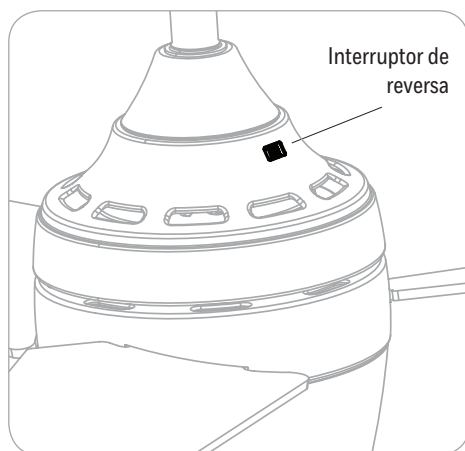

Figura 6.2
2. Utilice el interruptor de reversa del ventilador, ubicado del ensamble del motor, para optimizar el rendimiento de su ventilador según la estación del año. **Cuando el clima sea más cálido**, mueva el interruptor de reversa hacia izquierda para crear un flujo de aire descendente y lograr un efecto de viento refrescante. **Cuando el clima sea más frío**, mueva el interruptor de reversa hacia derecha para crear un flujo de aire ascendente y ayudar mover el aire caliente estancado del área del techo (Figura 6.2).